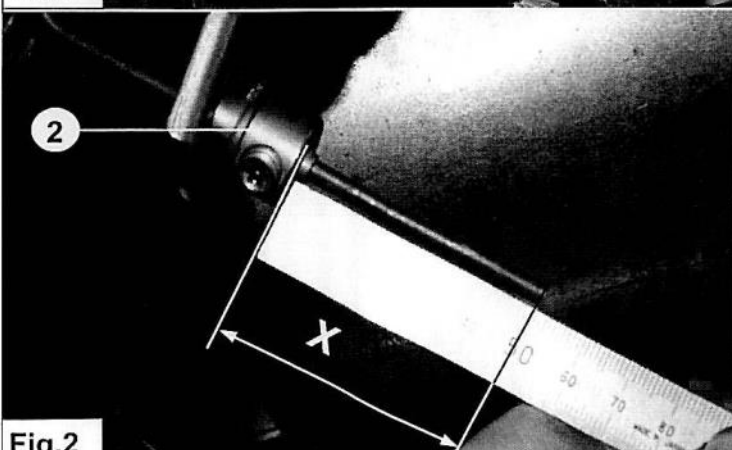

Fig.2
4. Verwijder het kunststof dopje uit de chassisbalk (achter de buffer 1). Zie Fig. 2.
4. Remove the plastic plug from the chassis (behind the bump stop 1). See Fig. 2.
4. Demontieren Sie die plastic Kappe aus dem chassis (hinten den Puffer 1). Siehe Fig. 2.
4. Otez le bouchon en plastique du longeron du châssis (derrière le tampon 1). Voir fig. 2.
4. Stel de LAR af met schuifstuk **2** zodat $X=50\text{mm} \pm 0.5$. Zie fig. 2.
4. Stellen Sie die ALB Regelung ein mit dem Schiebestück **2** so daß $X=50\text{mm} \pm 0.5$. Siehe Fig. 2.
4. Adjust the LSV with sliding peace 2 so that $X=50\text{mm} \pm 0.5$. See Fig. 2.
4. Réglez le CFA avec la pièce coulissante 2, de sorte que $X=50\text{mm} \pm 0.5$. Voir fig. 2.